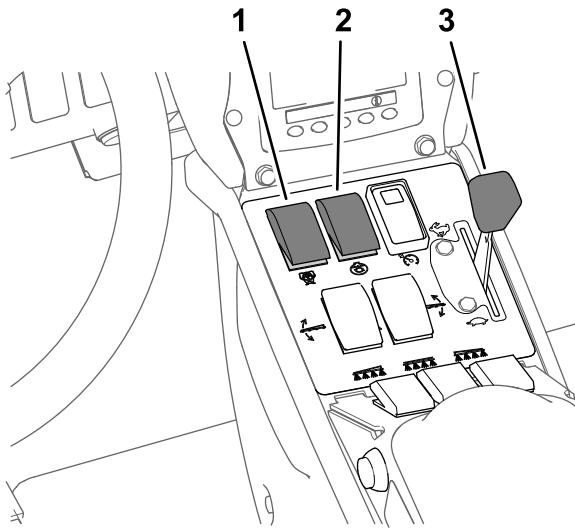

图 31
8. 将搅拌开关和喷洒泵开关设定至开启位置图 31。
9. 将节流阀设定至快速位置 图 31。
注意 此程序假定喷洒泵是打开的请参阅 以喷洒率模式喷洒 \(页码 27\) 中的图 31。
4. 调节节流阀到所需的发动机转速进行喷洒请参阅 以喷洒率模式喷洒 \(页码 27\) 中的图 31。